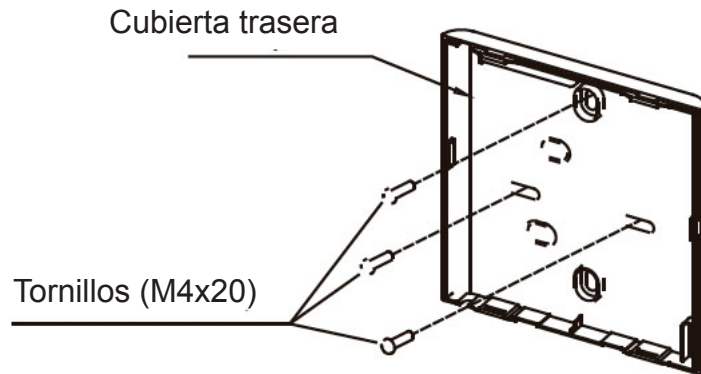

Fig 3-3
- Para el montaje expuesto, fijar la placa posterior en la pared con 3 tornillos (M4×20) y los tapones. (Fig.3-3)